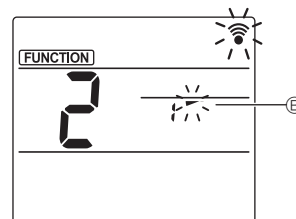

Fig. 3
③ Žaliuzių kampo parinkimas (Fig. 3) Paspauskite [LEFT] mygtukus ir pasirinkite žaliuzių kampą (B). Nukreipkite belaidį nuotolinio valdymo pultelį link vidinio įrenginio imtuvo, tada paspauskite [SET] mygtuką.